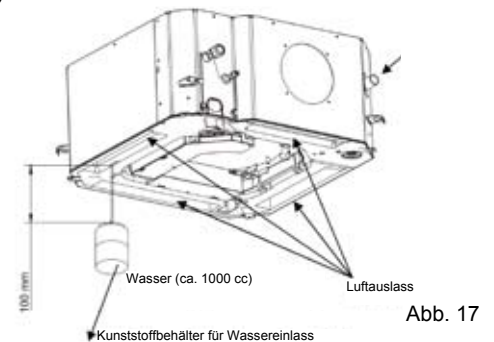

Abb. 17
- Die Vorbereitung dieser Arbeiten entnehmen Sie Abb. 17.
- Geben Sie jetzt langsam 1.000 cc Wasser in die Ablaufwanne (Abb. 17). Prüfen Sie die Drainage durch die durchsichtige Ablauföffnung, und kontrollieren Sie, ob es irgendwo im Ablauf zu Undichtigkeiten kommt.